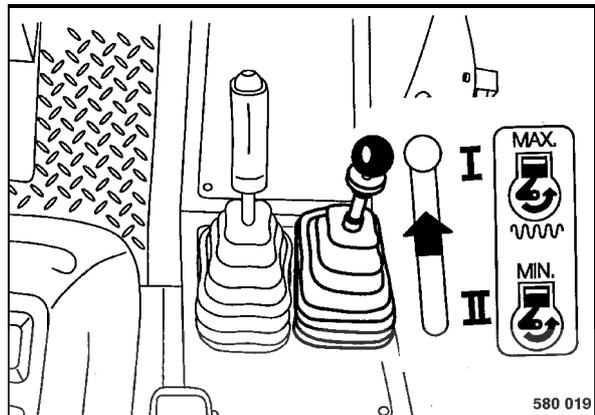

fig. 43
- Positionner le levier de commande d'accélérateur (fig. 43) sur "I" (pleins gaz).